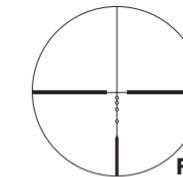
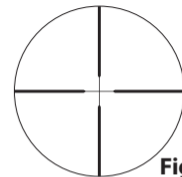
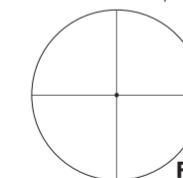
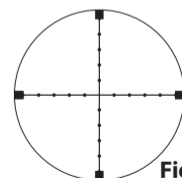

Fig. 3-4
Fig. 3-5
Fig. 3-6
Fig. 3-7
(2) Fokusering
- ① Se gennem okularet med øjet ca. 10 cm (4 tommer) fra okularet for at se BDC-trådkorset (Fig. 3-4), dobbelttrådkorset (Fig. 3-5), det fine trådkors med punkt (Fig. 3-6) eller Mildot-trådkorset (MIL-standard) (Fig. 3-7). Sørg for, at dit øje befinder sig i den korrekte stilling og med korrekt pupilafstand, da motivet ellers bliver til en "blackout".
- ② Ret objektivenden af kikkertsigtet mod himlen (IKKE mod solen) eller en glat væg uden mønster.
- ③ Drej okularjusteringen mod uret og derefter med uret, til trådkorset står skarpt.
(3) Forstørrelse
Hold i knappen med fingrene, for at forhindre at den justerede skalaring forskubber sig, og drej skruen i toppen af knappen mod uret med den medfølgende unbrakonøgle ①, indtil skruen er skruet ud. Fjern derefter knappen (Fig. 3-5).